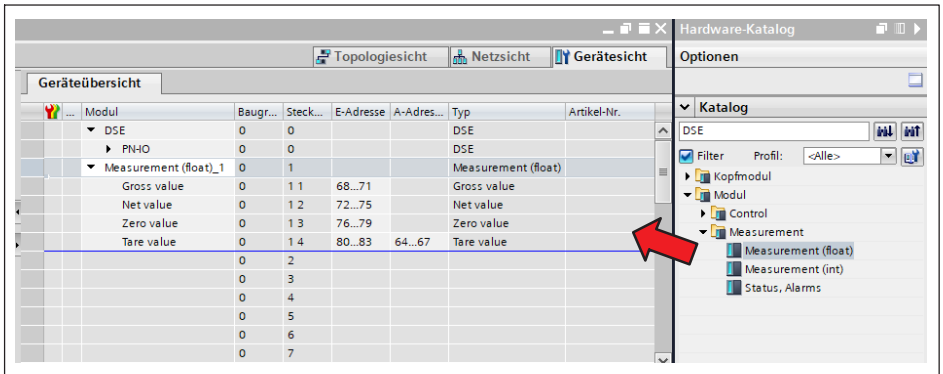

Abb. 6.9 Messsignale hinzufügen
- ▶ Entnehmen Sie aus der Liste (Abb. 6.9) die (Start-)Adressen der Messwerte. Für den Bruttowert und den Tarewert ergeben sich 68 ... 71 (Gross value) und 80 ... 83 (Tare value).